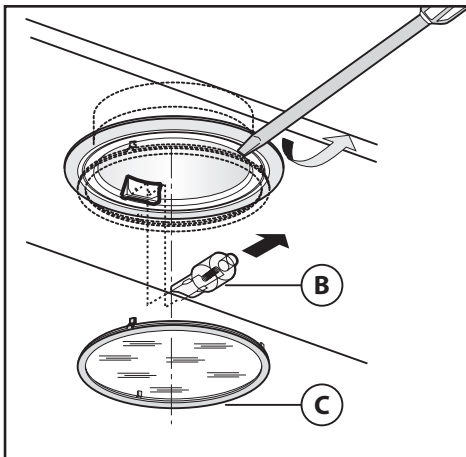

Fig.16
• Udskiftning af halogenpærer (Fig.16):